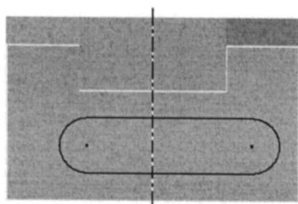
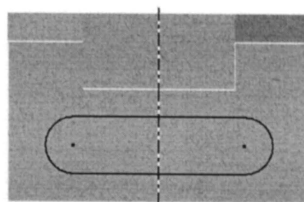

图9
图10
16. 要使图9中的草图关于中心线左右对称, 如图10所示, 应该用什么几何约束?